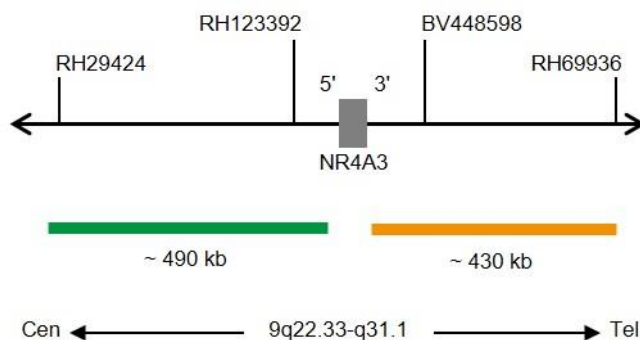

Abb. 1: SPEC NR4A3 Sondenlokalisierung (nicht maßstabsgetreu)
- ZyGreen (Anregung 503 nm/Emission 528 nm) markierten Polynukleotiden (~10 ng/μl), die gegen Sequenzen in 9q22.33\* (chr9:102,070,916-102,561,593) gerichtet sind, welche proximal zur NR4A3-Bruchpunktregion lokalisiert sind (siehe Abb. 1).
- ZyOrange (Anregung 547 nm/Emission 572 nm) markierten Polynukleotiden (~4,5 ng/μl), die gegen Sequenzen in 9q31.1\* (chr9:102,636,487-103,065,504) gerichtet sind, welche distal zur NR4A3-Bruchpunktregion lokalisiert sind (siehe Abb. 1).